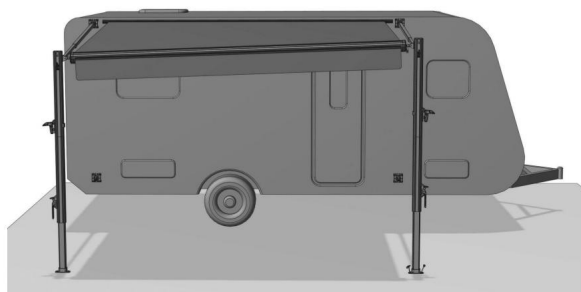

Figura D19
4.2.8 Recomendamos que el toldo se utilice únicamente para protegerse del sol. En caso de fuertes lluvias, nieve o viento, cierre el toldo para evitar daños. Si el toldo se utiliza con lluvia ligera, ajuste la longitud de la pata de apoyo e incline un lado del toldo para drenar el agua rápidamente. (Figura D19)